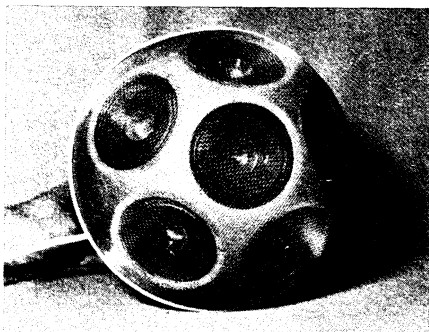

Bild 4. Hochton-Speziallautsprecher mit sechs kleinen Chassis (Frequenzbereich 5...20 kHz) von G. Cogny
G. Cogny, Paris, zeigte zwei besonders interessante Konstruktionen. Ein Tief/Mitteltonsystem mit 20 W Belastbarkeit bediente sich zweier Magnete; die Schwingenspule war derart gebaut, daß sie sozusagen im Gegentakt angetrieben wurde. Magnet 1 war wie üblich rückseitig, Magnet 2 im Innern des Membrankonus untergebracht. Die Tiefenwiedergabe war sehr gut. Die zweite ungewöhnliche Konstruktion war ein Kombinationslautsprecher, bestehend aus sechs kleinen, runden Systemen, die, nach einer bestimmten Methode in einer Wanne angebracht, eine gute Wiedergabe des gesamten Spektrums von 20 Hz bis 15 000 Hz ermöglichten. Obwohl keine befriedigende Erklärung über das „Wie“ und „Warum“ zu erlangen war, überzeugte die Vorführung: die Bässe waren da! Für sehr gute Hochtonwiedergabe hatte die gleiche Firma eine Hochton-Halbkugel mit sechs Kleinchassis entwickelt (Bild 4).